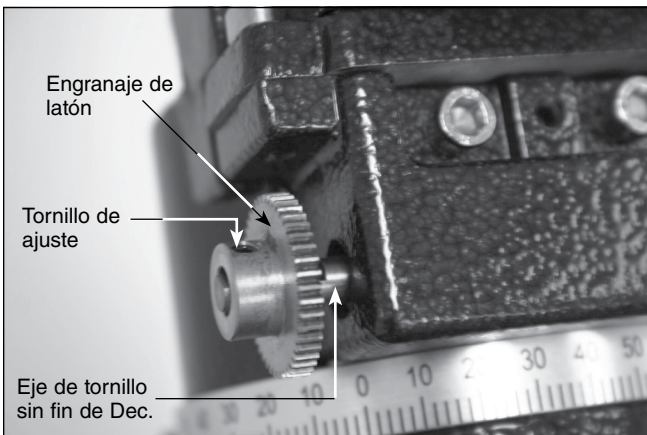

Figura 8. Correct orientation of brass gear for Dec. axis
2. Deslice el extremo roscado del engranaje de latón pequeño restante en el eje de tornillo sin fin de Dec. de su montura SkyView Pro de manera similar a la indicada en la **figura 8**. Gire el engranaje de latón pequeño, de manera que uno de los tornillos de ajuste presione la parte plana del eje de tornillo sin fin de Dec. Sujete el engranaje de latón pequeño apretando los tornillos de ajuste con la